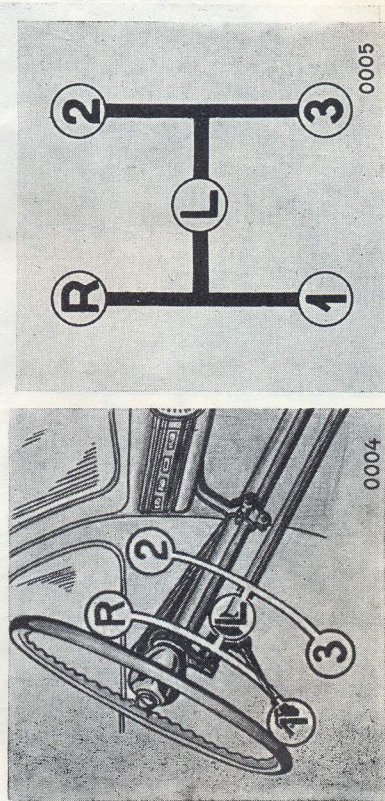

Fig. 2. Växelspaksålägen.
- De olika växelspakslägena framgå av fig. 2.